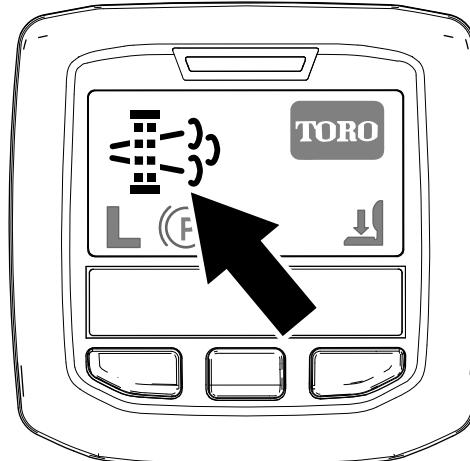

Bild 23
- Das Symbol für die geparkte Regenerierung wird im InfoCenter angezeigt (Bild 23).